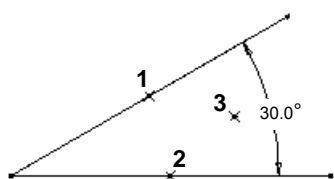
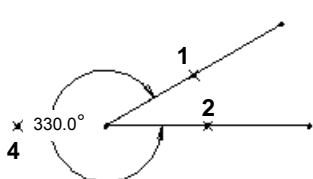

图 4.9.8 锐角标注
图 4.9.9 钝角标注
Step2. 分别在两条直线上选择点 1 和点 2; 中键单击位置 3 以放置尺寸(锐角, 如图 4.9.8 所示), 或中键单击位置 4 以放置尺寸(钝角, 如图 4.9.9 所示)。